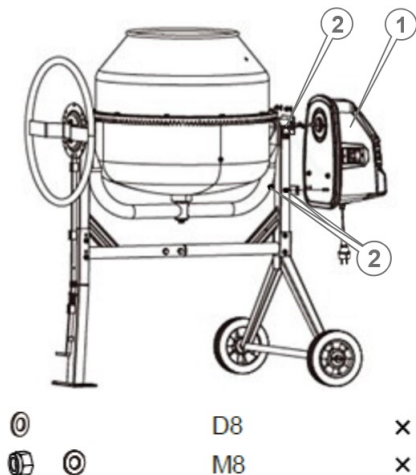

Рисунок 19. Схема встановлення привода моделей «БМ-160-ЗНН», «БМ-180-ЗНН».
2. Встановити привод виробу на вал-шестірню барабана та закріпити за допомогою гайок до опорної рами (рис. 19).